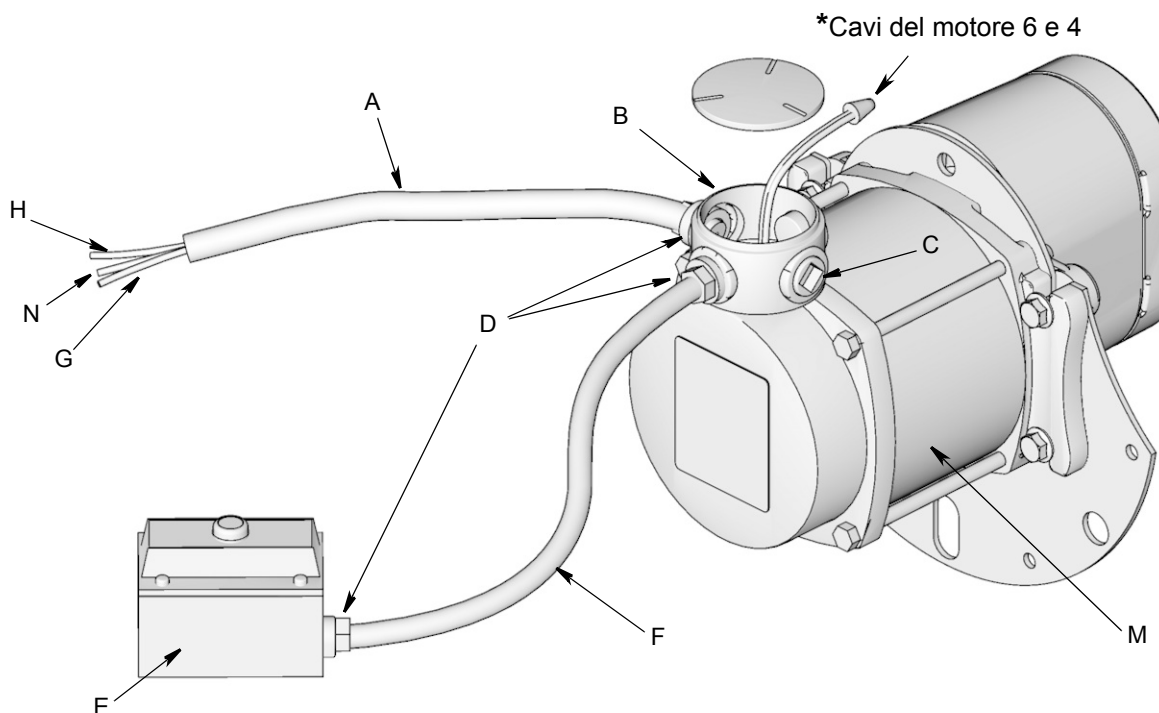
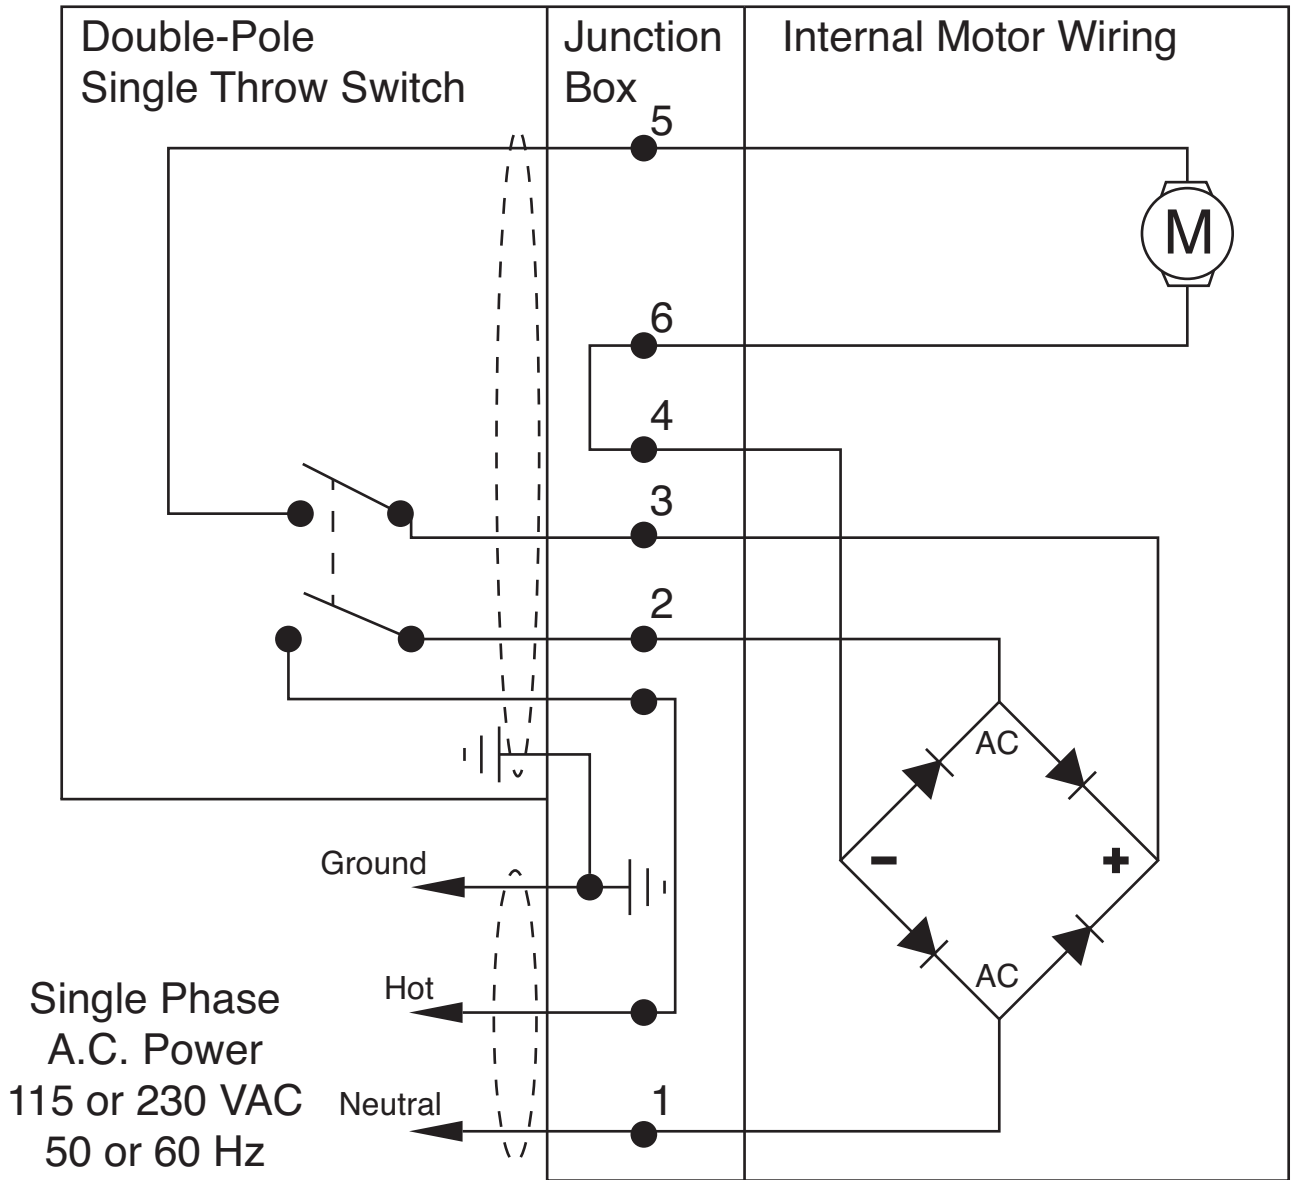

FIG. 10
FIG. 11
Fare riferimento al diagramma di cablaggio in FIG. 10 e allo schema cablaggio in FIG. 11.
- c. Applicare uno strato sottile di grasso sull'anello di tenuta (18).
- d. Installare l'uscita (17) sulla bobina.
- e. Reinstallare i bulloni (19). Serrare saldamente i quattro bulloni. Serrare i bulloni a 32,54-40,67 N.m (24-30 piedi-lb).
- Motori elettrici - Modelli CA: invertire i cavi 5 e 6 (FIG. 11, pagina 23).